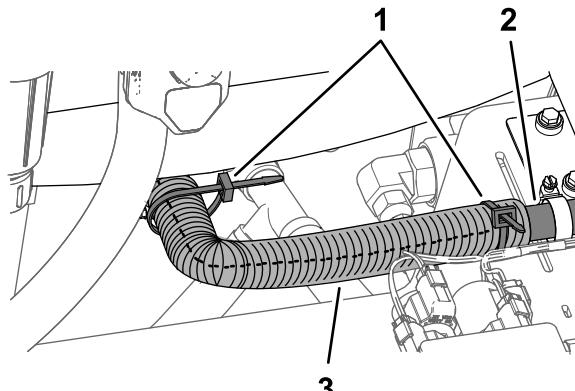

Figura 32
6. Montate il tubo corrugato diviso sul flessibile di 43,3 cm tra il serbatoio di lavaggio e la pompa del serbatoio di lavaggio e fissate il tubo con 2 fascette per cavi (Figura 32).